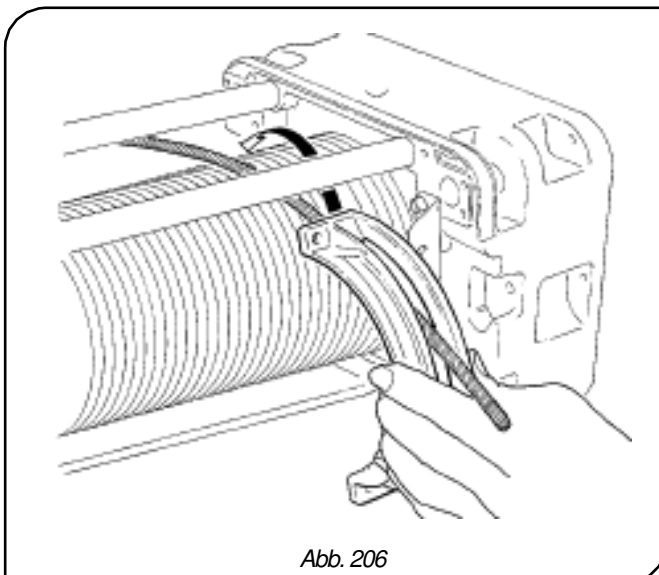

Abb. 206
7. Schieben Sie den Halbring **-16-** (Seilaustragsseite) an die Trommel und drehen Sie ihn in Richtung des Trägers, bis der Seilaustrag nach unten zeigt (Abb. 206).